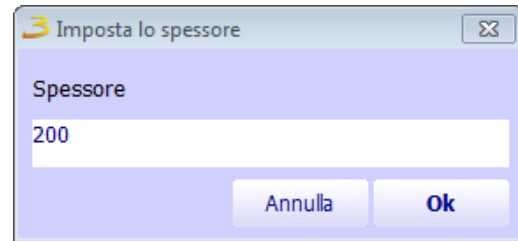

Figura 3.21: Impostazione spessore della parete.
- ◆ interagendo con il pulsante di dimensionamento può essere cambiata la direzione e lunghezza della parete; premendo il tasto S durante il dimensionamento si può indicare con precisione la dimensione della parete, figura 3.21.